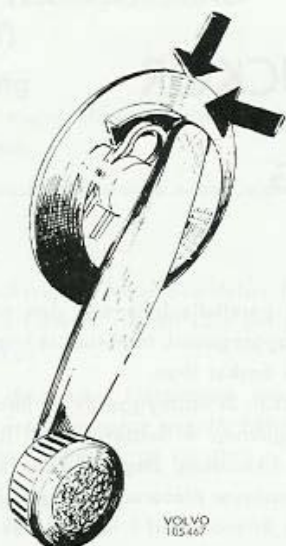

Bild 12. Demontering av hissvev, sen. utf.
trycks in mot klädseln samtidigt som den skjuts mot vevens handtag (bild 12). Härvid frigörs spärrytaren och vevet kan lossas.
1. Ta bort fönsterveven genom att trycka prydnadsbrickan in mot klädseln samtidigt som den skjuts mot vevens handtag (bild 12). Härvid frigörs spärrytaren och vevet kan lossas.